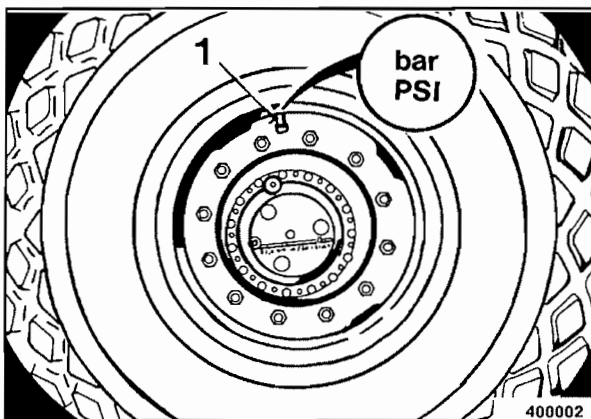

Fig. 61
- Con la válvula de inflado en posición hacia arriba se mide la presión de inflado en la válvula de inflado 1 (Fig. 61) con un manómetro.